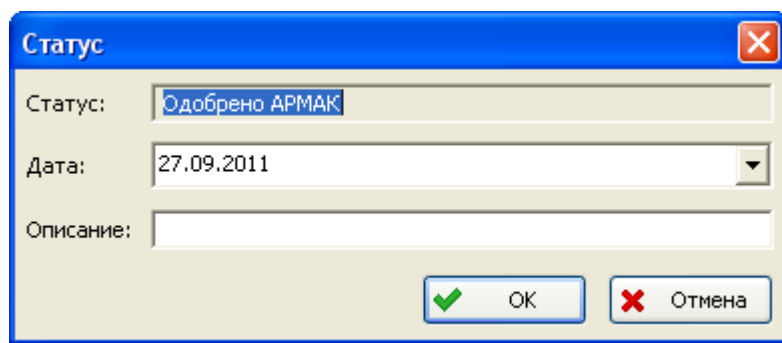

Рис. 11-14
3. В появившемся окне **Статус** введите дополнительную информацию в поле **Описание**, при необходимости отредактируйте дату и нажмите на кнопку **ОК** (рис. 11-14).